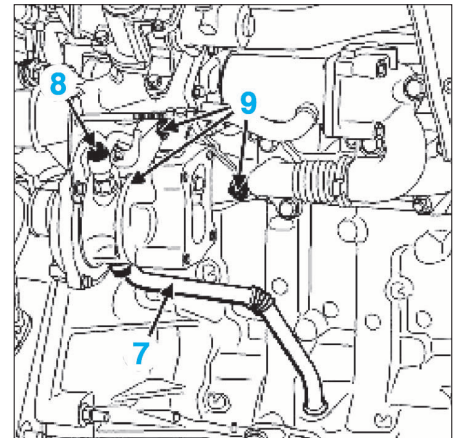

FIG. 78
- Déposer (Fig.78) :
- les vis puis le tuyau (7) de retour d'huile du turbocompresseur,
- la vis (8) puis le tuyau d'alimentation d'huile du turbocompresseur,
- les écrous (9) puis le turbocompresseur,